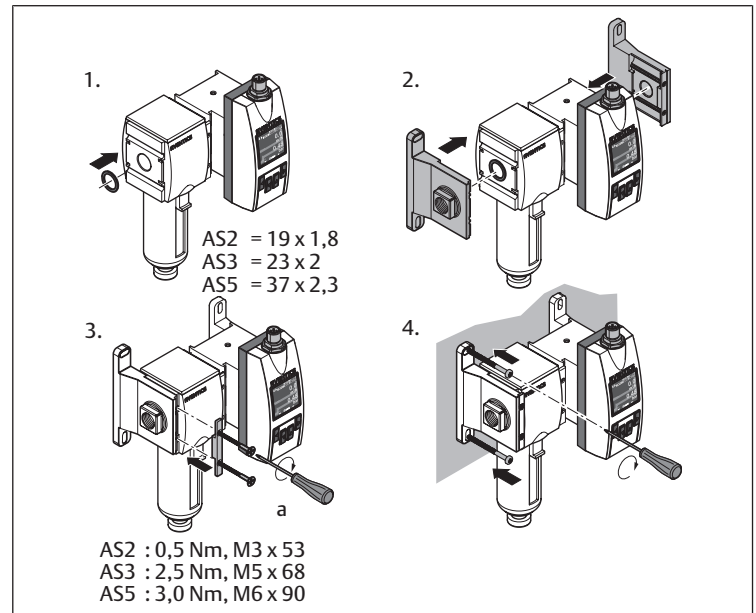

Fig. 7: Montaje con el juego de unión | W05
- Montaje con el juego de unión (sin unidad de preparación de aire): véase → Fig. 7.